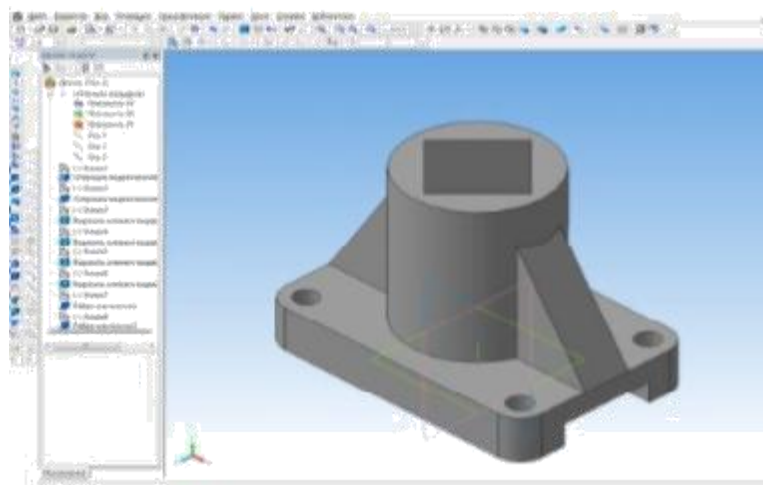

Рис. 14. Создание ребер жесткости
17. В **РЕДАКТИРОВАНИЕ ДЕТАЛИ** выбрать – **РЕБРО ЖЕСТКОСТИ**. В панели свойств – задать толщину 20. Выделить – **прямое направление**. Зафиксировать команду – **Создать объект**. Аналогично построить второе ребро (рис. 14).